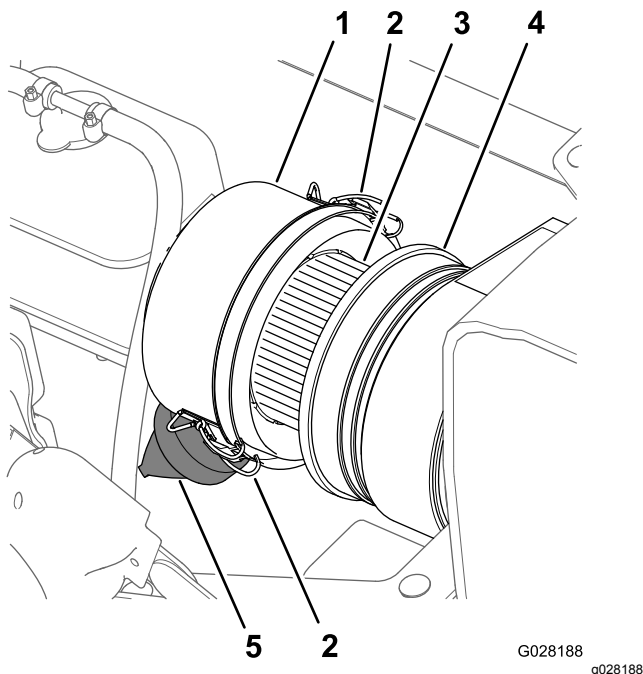
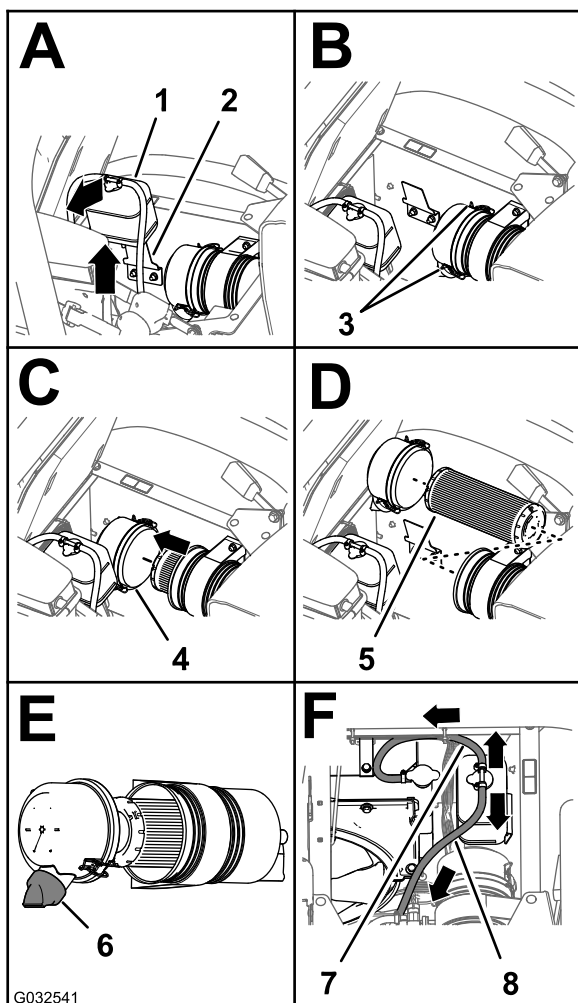

Figura 66
Figura 67
3. Limpe o tampão antipoeira e o corpo do filtro de ar (Figura 66).
4. Verifique se existe algum dano no corpo do filtro de ar que possa provocar uma fuga de ar (Figura 66).
5. Aperte a válvula do pó para a limpar de sujidade, pó e detritos (Figura 66).
7. Verifique se o elemento do filtro de ar tem acumulação excessiva de pó, sujidade e detritos (Figura 66).
8. Instale o tampão antipoeira no corpo do filtro de ar e fixe o tampão com os 2 trincos (Figura 66).
2. Limpe o tampão antipoeira e o corpo do filtro de ar (Figura 66).
3. Levante o depósito de expansão do líquido de refrigeração e retire-o do suporte do depósito (Figura 67).
- Solte os 2 trincos que fixam o tampão antipoeira ao corpo do filtro de ar (Figura 67).
- Limpe o interior do tampão antipoeira, do corpo do filtro de ar e da válvula antipoeira com um trapo húmido (Figura 66 e Figura 67).
- Introduza o elemento do filtro de ar no corpo do filtro de ar (Figura 67).
- Instale a cobertura no corpo do filtro de ar e fixe-a com os 2 trincos (Figura 67).
Nota: Certifique-se de que a válvula do pó está alinhada entre a posição das 5 e das 7 horas, quando vista da extremidade (Figura 67).
- Alinhe o depósito de expansão do líquido de refrigeração com o suporte do depósito e posicione o depósito com firmeza (Figura 67).
Importante: Certifique-se de que a tubagem de descarga da pressão é encaminhada para fora e para baixo e a tubagem de ventilação do depósito é encaminhada para trás, como se mostra na Figura 67.